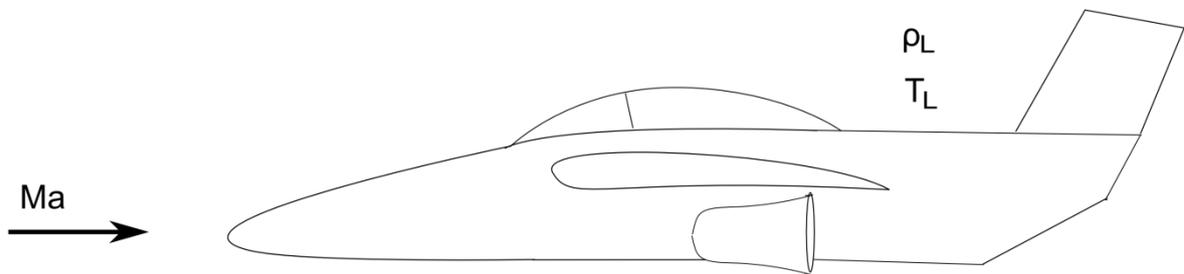

Abbildung 5: Senkrechtstarter im Reiseflug mit Geschwindigkeit $Ma = 0,85$
- Nun befindet sich der Senkrechtstarter im Reiseflug (Abbildung 5). Die tragende Flügelfläche $A_{\text{Flügel}}$ des Senkrechtstarters beträgt insgesamt 35 m^2 . Berechnen Sie den Auftriebsbeiwert c_A , der bei einer Reisegeschwindigkeit von $Ma = 0,85$ und einer Temperatur $T_L = 275 \text{ K}$ mindestens notwendig ist. Verluste werden vernachlässigt.
Die beiden Triebwerke werden jeweils als Brennkammer mit anschließender Laval-Düse angenommen (siehe Abbildung 5). In der Brennkammer herrscht die Temperatur T_0 und der Druck p_0 . Mit * ist die engste Stelle des Querschnitts markiert. Berechnen Sie die Geschwindigkeit c_1 und Massenstrom \dot{m} am Düsenaustritt sowie die Querschnittsfläche A_1 . Nehmen Sie hierfür einen Schub F_s von 350 kN an.